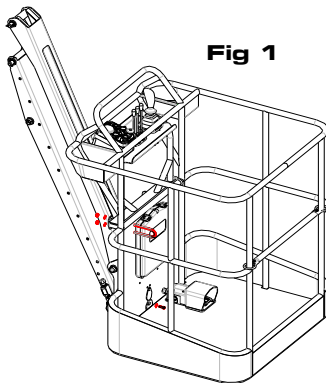

Fig 1
- de 4 borgmoeren van de beugels losschroeven en die beugels en de platen verwijderen (Fig.1).